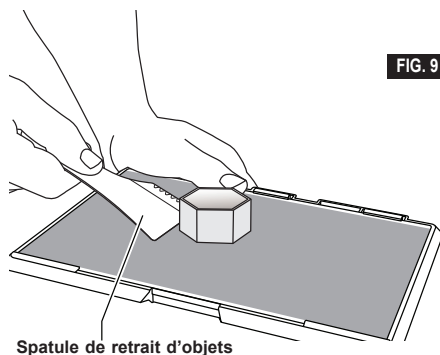

FIG. 9
- aux poignées, figure 9. La pièce se détachera et tombera ou sera facile à enlever avec votre main.
4. Pour les pièces minces ou petites, la flexion de la plaque de construction peut ne pas être suffisante pour libérer la pièce. Si nécessaire, utilisez délicatement la spatule de retrait d'objet pour retirer l'objet de la plaque de construction (figure 9).